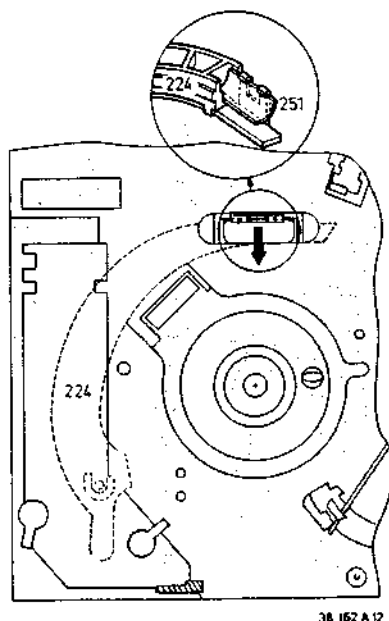

Fig. 3-1-20
Zo lang inrijgen, dat de inrijgarm vrij bewegen kan. De inrijgarm pos. 224 van de inrijgring verwijderen (let op de scanner). (Fig. 3-1-20).